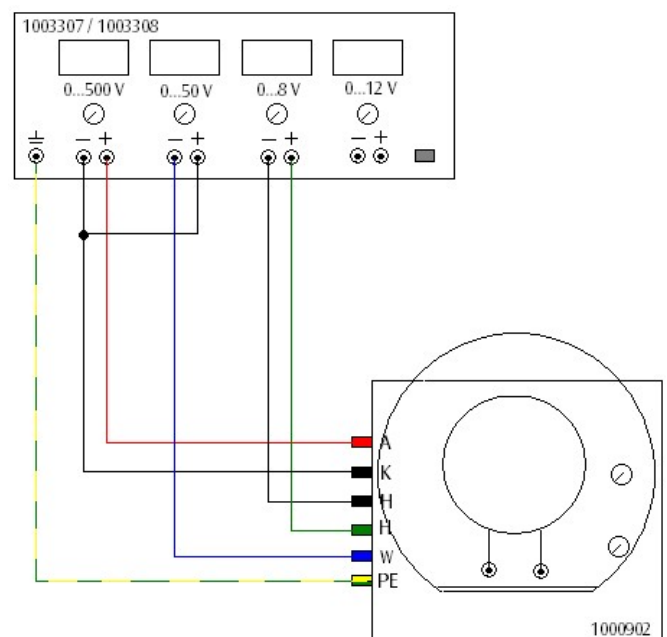

Fig. 4: Anschluss des Lehroszilloskops an das Netzgerät.
- Eingänge des Lehroszilloskops mit den Ausgängen des Netzgeräts gemäß Fig. 4 mit den angegebenen Spannungen verbinden.
- Beschaltung gemäß Fig. 4 vornehmen.